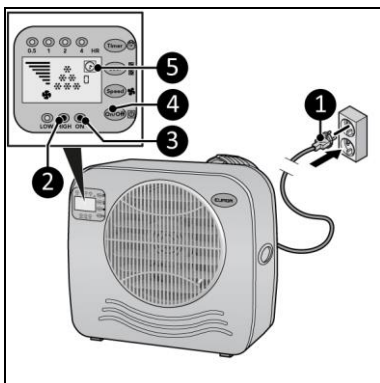

Figura 10
2. Inserisci la spina (Figura 10, pos. 1) in una presa di corrente a muro dotata di messa a terra e facilmente accessibile. Usa una presa di corrente a muro con messa a terra e con una potenza minima di 450 Watt.
3. Il dispositivo emetterà tre segnali acustici per indicare che è pronto per l'uso. Premi il pulsante ON/OFF (Figura 10, pos. 4); l'indicatore di alimentazione (Figura 10, pos. 3) e l'indicatore "high" (Figura 10, pos. 2) si accenderanno. Sul display verrà mostrato l'indicatore dell'orario e 6 indicatori di raffreddamento (Figura 10, pos. 5). Il dispositivo ora funziona ad alta capacità.